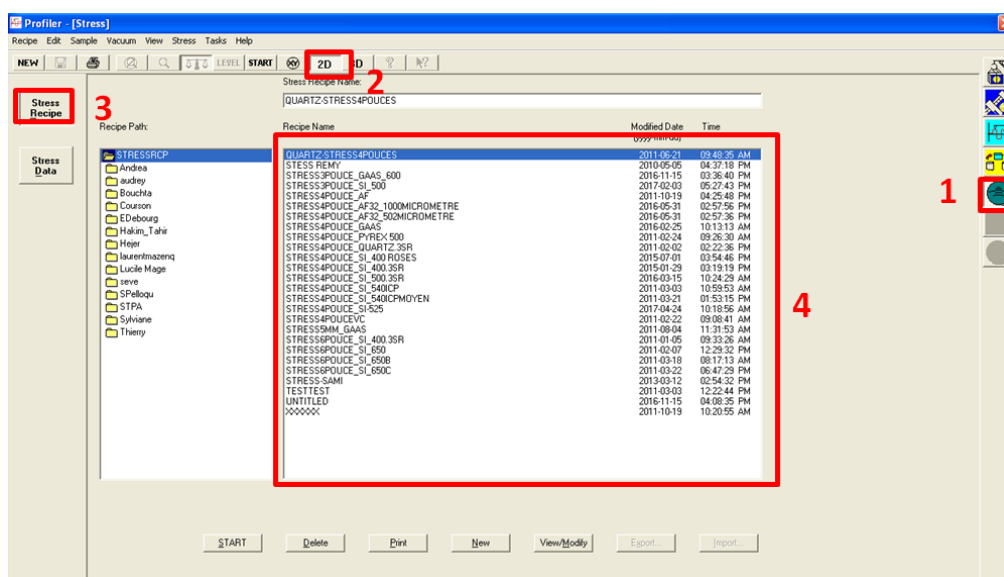

Figure 7: Choix de l'option stress
Sur la fenêtre « stress » (figure 7), cliquer sur l'onglet « stress » (1) puis sur « 2D » (2) ensuite sur « Scan Recipe » (3) et choisir la recette adaptée à votre mesure (4).